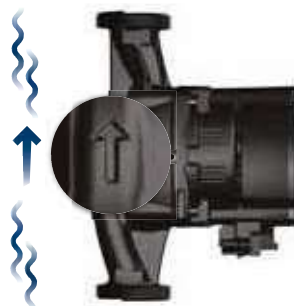

Fig. 1 Sentido do caudal
1. As setas localizadas no corpo do circulador indicam o sentido do caudal através do circulador. Consulte a fig. 1.